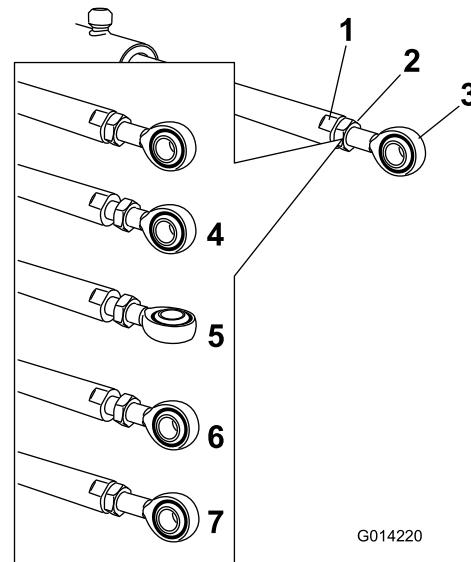

Figure 62
de blocage pour pouvoir ajuster la tige à œillet (Figure 62).
- Tournez la tige à œillet dans la tige du vérin pour raccourcir ou allonger le vérin déployé à la position voulue (Figure 62).